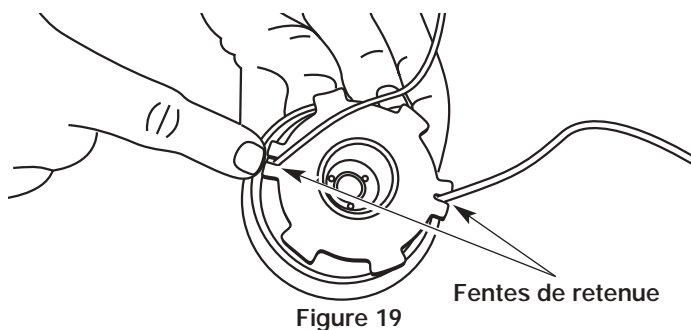

Figure 19
- Insérez les extrémités du fil dans les deux fentes de retenue (Fig. 19).